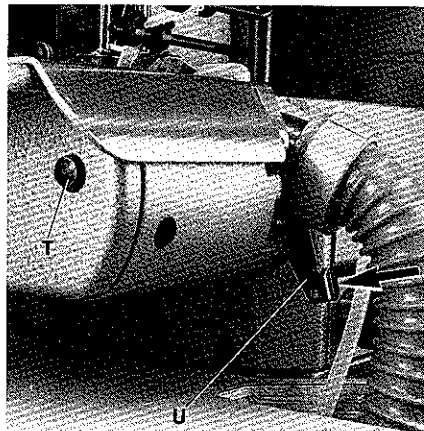

Fig.54
Press lever (U, Fig.54) in direction of the arrow as far as it will go. Then press slightly the push button (T) on the front of the cylinder. Now release lever (U) so it will move very slowly against the direction of the arrow until the slightly pressed push button (T) engages. This locks the upper knife in its lowest position and the fabric undertrimmer is disengaged. A short tip on lever (U) engages the trimmer again.
Drücken Sie den Hebel (U, Fig.54) in Pfeilrichtung bis zum Anschlag. Dann drücken Sie leicht auf den Druckknopf (T) an der Stirnseite des Zylinders. Nun lassen Sie den Hebel (U, Fig.54) los, so daß er sich ganz langsam entgegen der Pfeilrichtung bewegt bis der leicht gedrückte Knopf (T) einrastet. Das Obermesser wird dadurch in einer unteren Stellung festgehalten und der Stoffkantenunterschneider ist ausgeschaltet. Kurzes Antippen des Hebels (U) schaltet den Kantenschneider wieder ein.